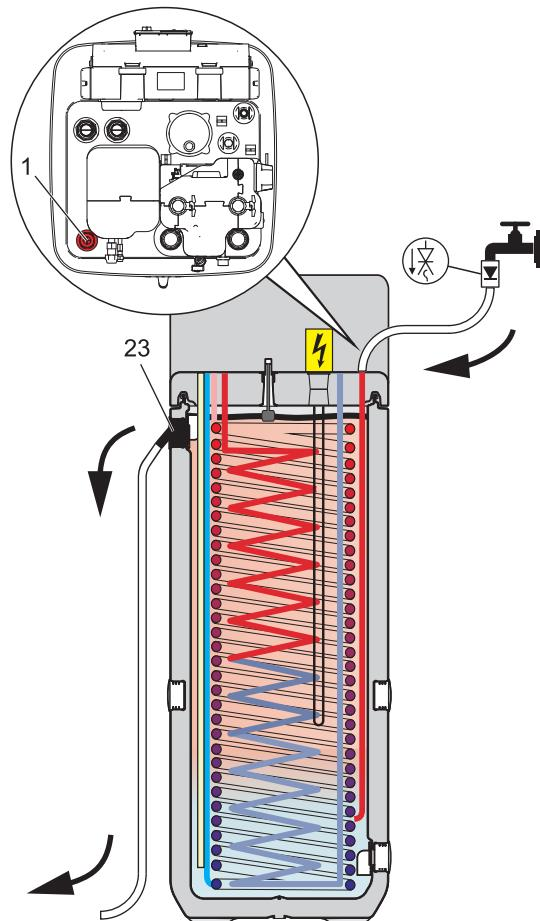

Bild 7-1 Befüllung Pufferspeicher - ohne Solarsystem
- Füllschlauch mit Rückflussverhinderer (1/2") an den Anschluss "DrainBack Solar - Vorlauf" (siehe Bild 7-1, Pos. 1) anschließen.
- Speicherbehälter der ROTEX HPSU compact **befüllen bis Wasser an dem Anschluss** (Bild 7-1, Pos. 23) austritt, welcher als **Sicherheitsüberlauf** angeschlossen wurde.